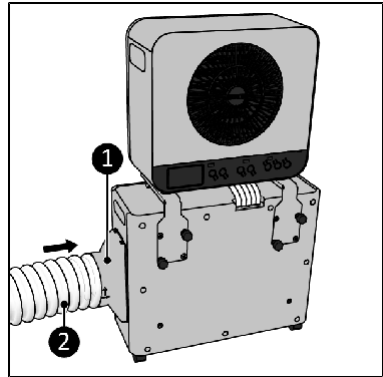

Figura 12
8. Fissare l'adattatore (figura 12, elemento 1) sul fianco dell'unità esterna (figura 12).
9. Allargare leggermente un'estremità del tubo di scarico dell'aria calda (figura 12, elemento 2), poi avvitarlo sull'adattatore ruotando in senso antiorario.
3. Fissare l'adattatore (figura 12, elemento 1) e anche il tubo di scarico dell'aria calda (figura 12, elemento 2) sul lato dell'unità esterna.